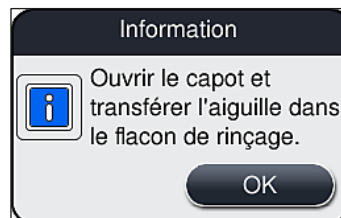

Fig. 97
3. Suivez les instructions du message d'information suivant (→ Fig. 97).
5. Plantez l'unité aiguille (→ Fig. 98-1) dans le flacon de rinçage (→ Fig. 98-3) et accusez réception du message d'information (→ Fig. 97) en appuyant sur **OK**.
4. Tenez compte des messages d'information suivants (→ Fig. 96), (→ Fig. 97) et (→ Fig. 101), et confirmez chacun d'entre eux en appuyant sur **OK**.